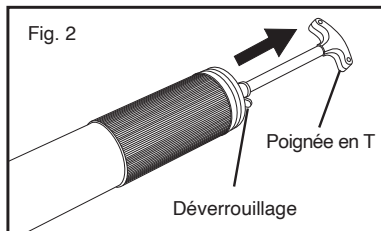

Fig. 3
3. After removing the plastic cap from the grease cartridge, apply a small amount of grease to the inside edge of the cartridge. This will make insertion of the plunger easier. (Fig. 3)
3. Après avoir retiré le bouchon en plastique de la cartouche de graisse, appliquez une petite quantité de graisse sur le bord intérieur de la cartouche. Cela facilitera l'insertion du piston. (Fig. 3)
3. Despues de remover la tapa de plastico del cartucho de grasa, aplique una pequeña cantidad de grasa al borde interior del cartucho. (Fig. 3)